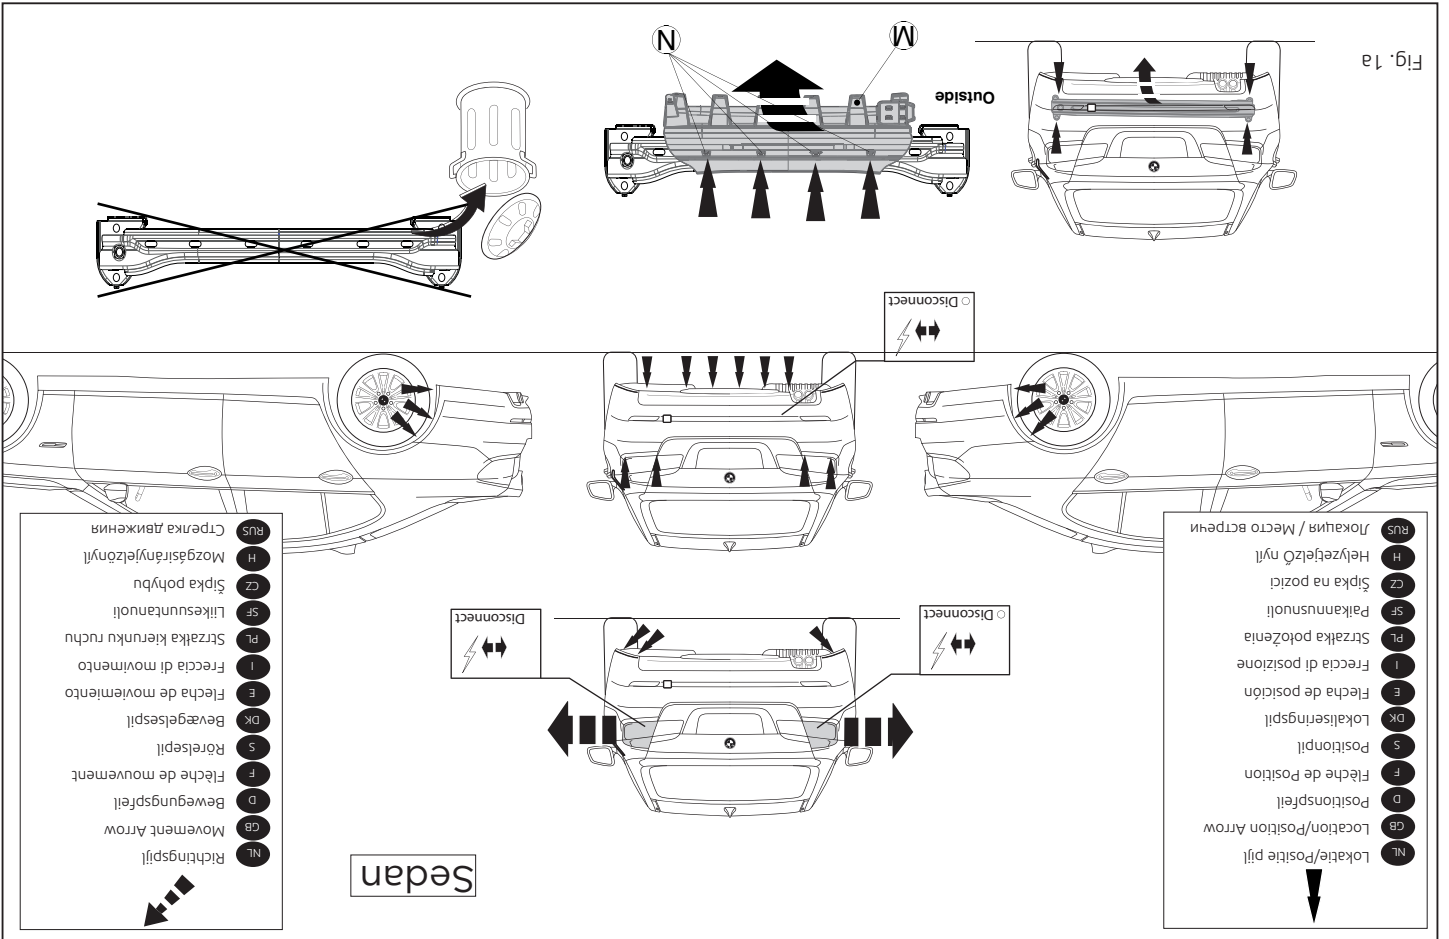

Fig. 1a
2. Den Auspuff-Schalldämpfer aus der Aufhängung herausnehmen. Die Stoßstange einschließlich des stählernen Stoßbalkens vom Fahrzeug abmontieren. Der Stoßbalken wird nicht mehr benötigt. Das angegebene Teil M abmontieren. Siehe Abbildung 1a und 1b.
- Déposez le silencieux de l'échappement de son attache. Déposer le pare-chocs du véhicule y compris la traverse en acier ! la traverse ne sera plus utilisée. Déposer la partie indiquée M. Voir la figure 1a et 1b.